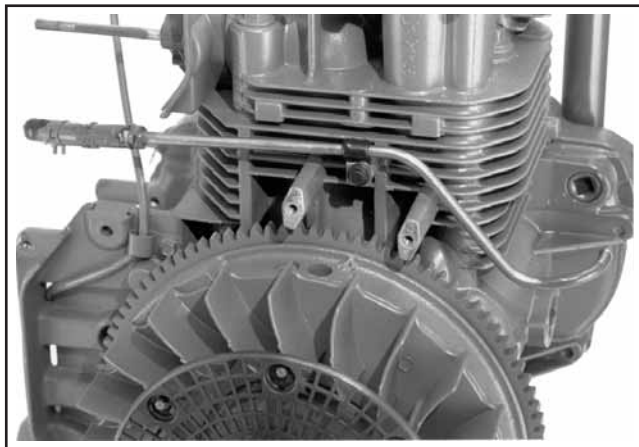

Abbildung 9-29. Kraftstoffleitung entfernen.
1. Entfernen Sie die Sechskantflanschschraube, Clip und Kraftstoffleitung. Siehe Abbildung 9-29.